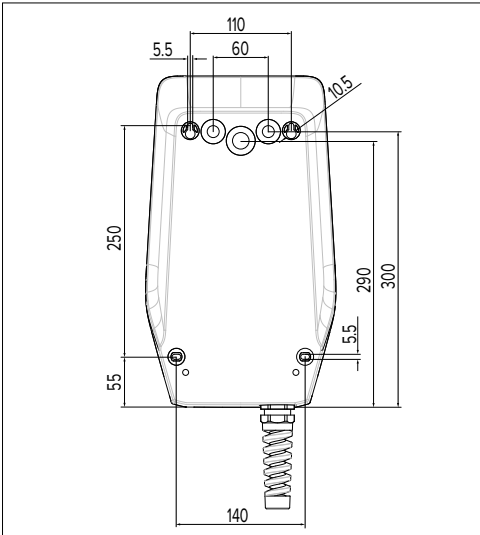

Bild: 6. Borrmått [mm]
Vid väggmontering måste positionen för matarkabeln markeras med hjälp av den bifogade bormmallen eller bilden "Bild: 6. Bormått [mm]". Kabelgenomföringar finns på baksidan, undersidan och ovasidan.
- ▶ Rita upp borrhålen med hjälp av den bifogade bormmallen eller bilden "Bild: 6. Borrmått [mm]". Kontrollera att bormmallen är vågrät.